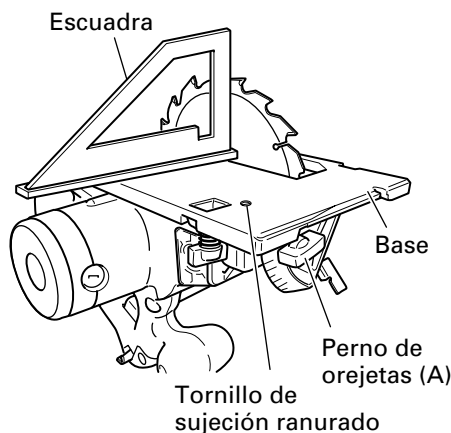

Fig. 29
- (1) Gire la cara de la base hacia arriba (Fig. 29) y afloje el perno de orejetas (A).
- (2) Aplique una escuadra a la base y la hoja de sierra y, girando el tornillo de sujeción ranurado con un destornillador de punta plana, desplace la posición de la base hasta conseguir un ángulo recto.